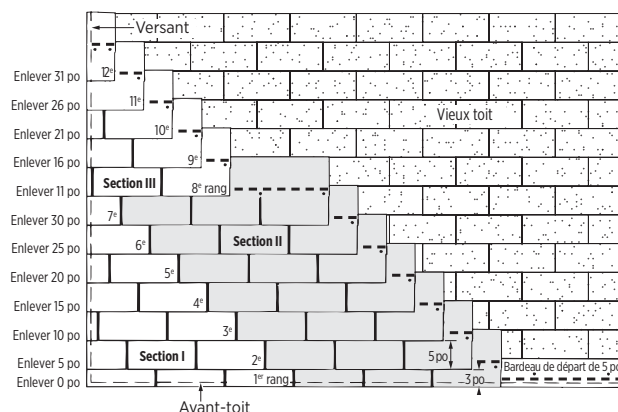

Figure 10-16 : Cinq décalés, douze vers le haut, imbriqué.
1ÈRE RANGÉE : La première rangée est composée de bardeaux de 10 po par 36 po fabriqués en coupant 2 po du bas des languettes de bardeaux ordinaires. Alignez le bord supérieur des bardeaux de façon à ce qu'il affleure aux languettes des bardeaux de l'ancienne troisième rangée (Figure 10-16).
1. Commencez la deuxième rangée en coupant 5 po de l'extrémité gauche d'un bardeau et en alignant le bord supérieur avec le bord d'about du bardeau de l'ancienne quatrième rangée (Figure 10-16).
1. Pour commencer la huitième rangée, coupez 11 po du côté gauche d'un bardeau et posez la pièce de 25 po par-dessus le bardeau de la septième rangée, en affleurant le bord gauche du bardeau de la septième rangée (Figure 10-16).